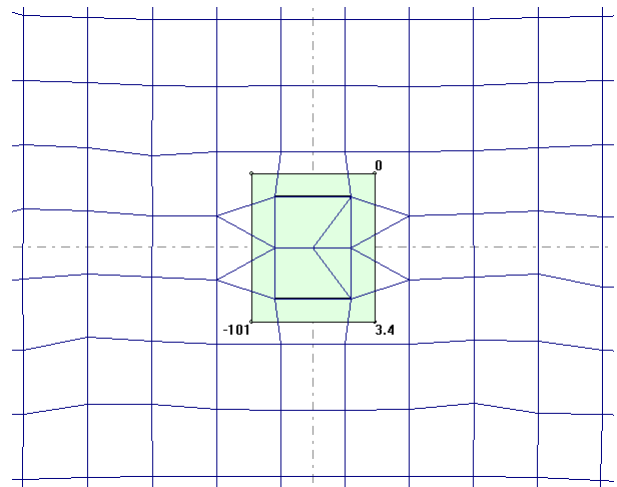

Рис.13.14.6. Армирование продавливания (фрагмент)
- Выберите признак отображения с помощью команды меню **Результаты** ⇨ **Режимы отображения арматуры** ⇨ **Площадь арматуры продавливания** (кнопка  на панели инструментов **Визуализация**) – число в правом верхнем углу зоны продавливания (рис. 13.14.6).